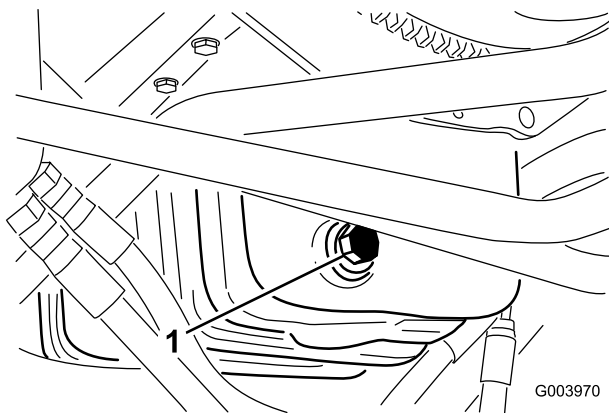

Bild 60
1. Entfernen Sie die Ablassschraube (Bild 60) und lassen Sie das Öl in die Auffangwanne ab.